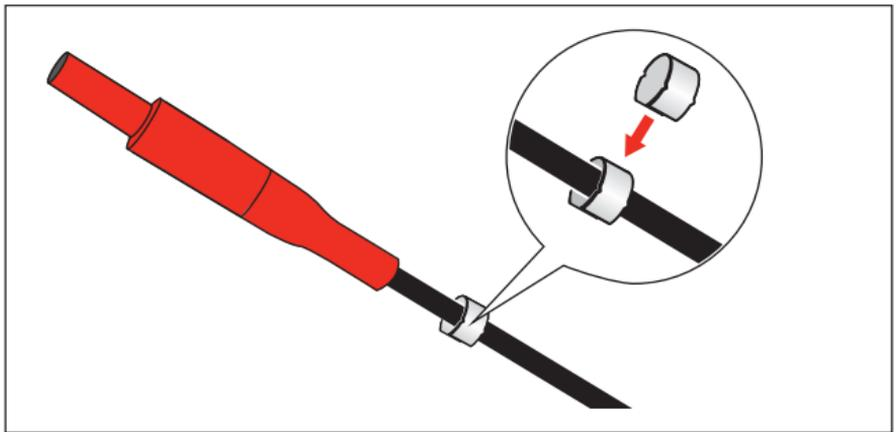

Figure 1. Pincettes de marqueur de câble
2. Utiliser les marqueurs A, B, C, N ou 1, 2, 3, N, en fonction de la région. Voir la Figure 1.